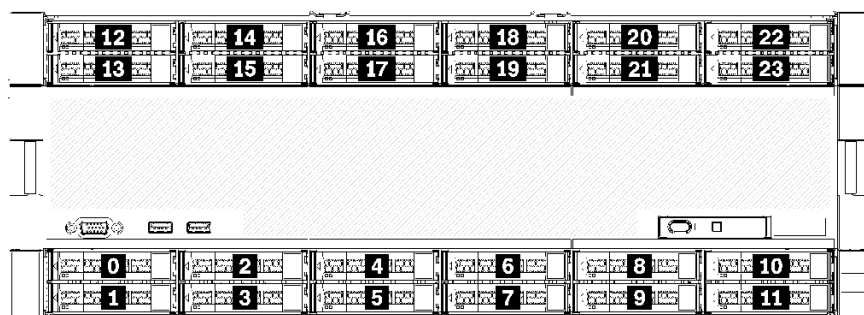

図 7. ドライブ・ベイの位置
- 上から 2 台のドライブでは SAS、SATA、または NVMe インターフェース・ドライブがサポートされています (Lenovo AnyBay)。このサーバーは、サーバー構成に応じて最大 12 台の NVMe ドライブをサポートできます。17 ページの図 7「ドライブ・ベイの位置」に示されているように、NVMe 対応ドライブ・ベイは偶数のベイです。